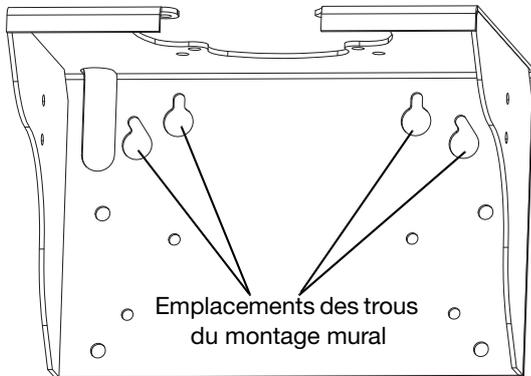

FIG. 29: Emplacements des trous du montage mural
- Assurez-vous que le montage mural est de niveau en vous servant du support mural comme modèle. Percez quatre trous de 11 mm de diamètre pour les boulons de montage. Voir la FIG. 29 pour connaître l'emplacement des trous de montage de la fixation.